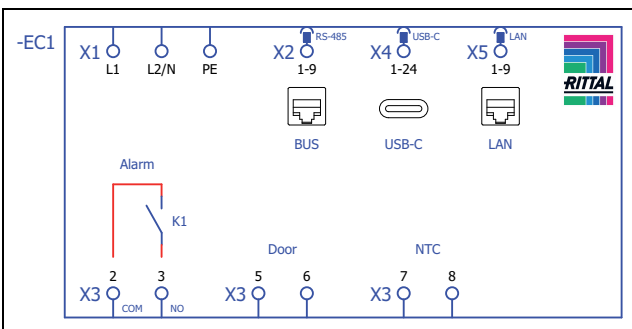
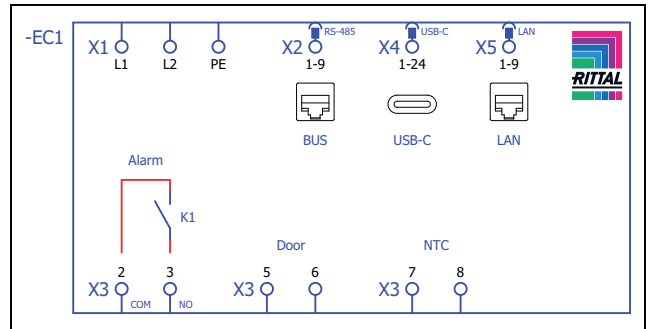

Bild 45: Kopplingsschema SK 3178800, SK 3178801, SK 3179800, SK 3179801, SK 3180800, SK 3184800
Bild 46: Kopplingsschema SK 3184840
- Ta ut nätkontakten ur leveransförpackningen och koppla in nätförsörjningen enligt tillhörande anslutningsmärkning (bild 45 resp. bild 46).